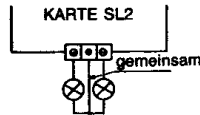

Abb. 3
4.C) Diese Karte hat eine Dreifach-Klemme, deren mittlere an den gemeinsamen Draht (blau) der beiden Lampen angeschlossen wird; die beiden anderen Klemmen werden an die Rückleitung der Lampen (siehe Abb. 3) angeschlossen.